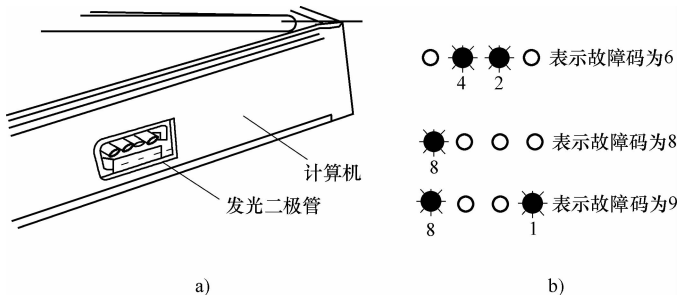

图 2-6 本田车系 4 个 LED 灯输出的故障码
②日本本田故障码调取与清除。日本本田各车型故障码的读取与清除方法、故障码含义略有不同，在维修时注意查阅相关资料。日本本田各车型故障码的调取与清除方法可分以下 3 种类型：
c. 计算机位于驾驶人座椅下面，计算机上有 4 个指示灯。此类车型的故障码读取方法是：打开点火开关，计算机上的 4 个 LED 灯即开始闪烁故障码；每个 LED 灯闪亮代表一个数字（由左至右分别为 1、2、4、8），将闪亮的指示灯所代表的数字相加，即为故障码，如图 2-6 所示。每次只显示 1 个故障码，故障排除后，拆开蓄电池负极电缆 10s 以上可清除故障码。